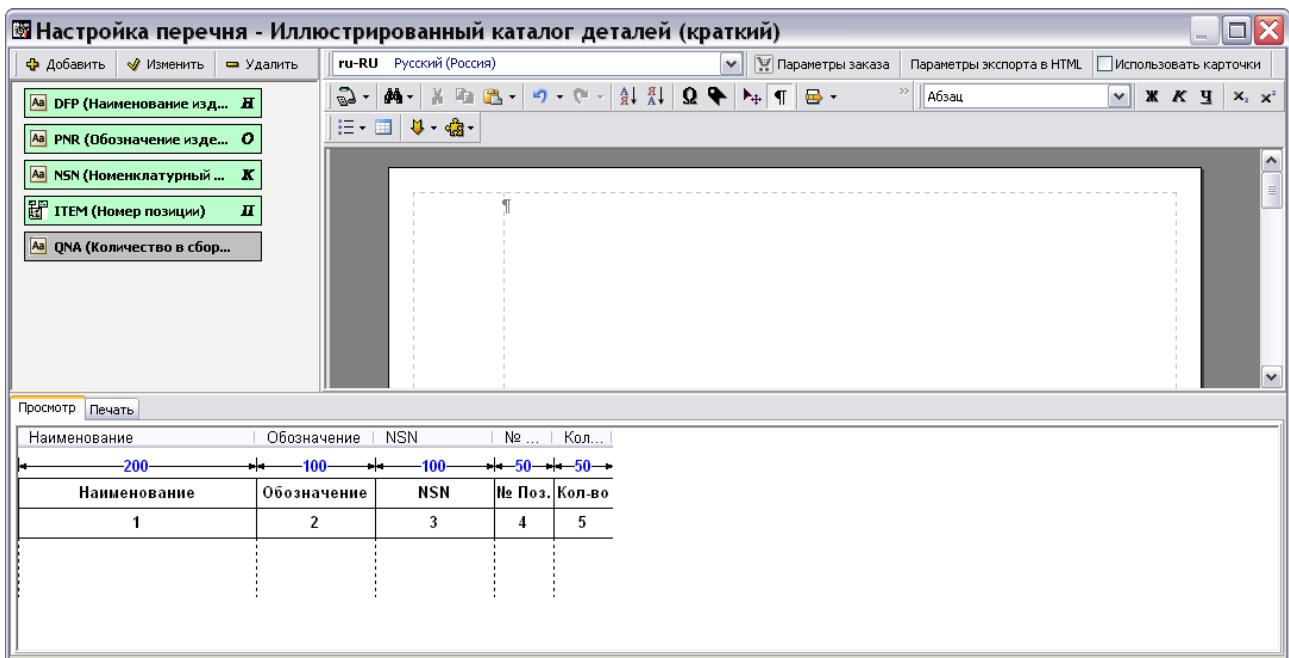

Рис. 3.26
5. В диалоговом окне **Изменение записи** нажмите на кнопку . После этого произойдёт возврат в окно редактора шаблона каталога (Рис. 3.26).